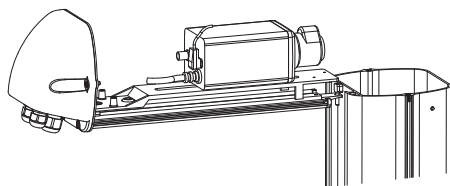

Fig. 02
Per l'apertura della custodia, svitare le 2 viti poste lateralmente a metà altezza sul fondo posteriore (01), sfilare il corpo (02), appenderlo al sostegno apposito (Fig. 02, pagina 4) e lasciare in posizione di lavoro la slitta interna ed esterna. Prima di chiudere la custodia mettere all'interno la busta silicagel togliendo il sacchetto protettivo in nylon.